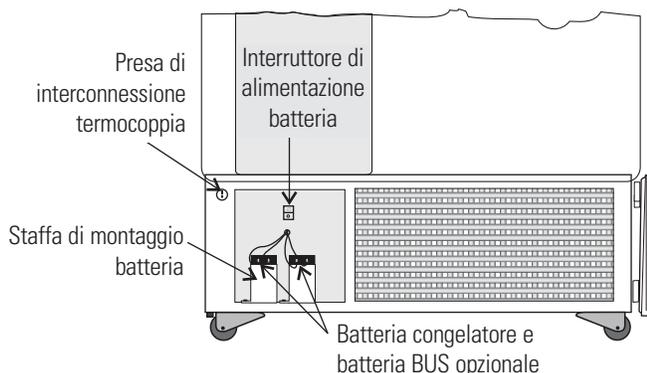

Figura 6-1. Posizione Component
2. Individuare la griglia sulla porta. Vedere Figura 6-1. Afferrare la parte centrale del materiale della griglia e tirare delicatamente verso l'esterno per rimuoverla.
1. Aprire la porta anteriore inferiore afferrando l'angolo inferiore sinistro. Vedere Figura 6-1.
3. Spegnerne l'interruttore della batteria (O). Vedere Figura 6-1.